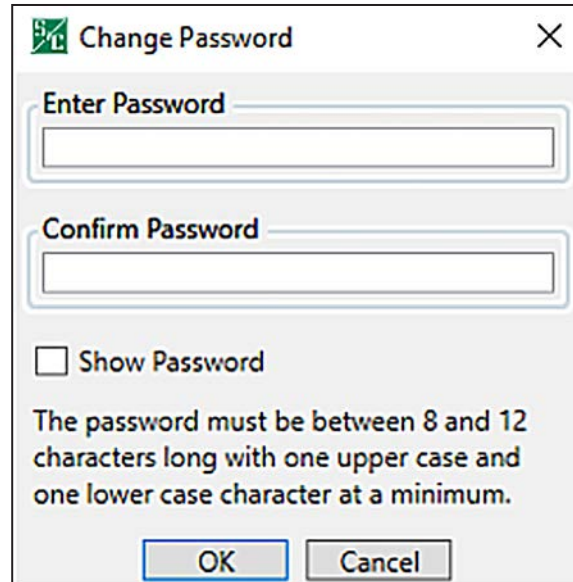

Figura 50. El cuadro de diálogo Cambiar Contraseña.
- PASO 2.** Ingrese una nueva contraseña no predeterminada que cumpla con los requerimientos de complejidad en el campo **Enter Password (Ingresar Contraseña)** y en el campo **Confirm Password (Confirmar Contraseña)**. Después, dé clic en el botón **OK**. Ver Figura 50 en la página 120.